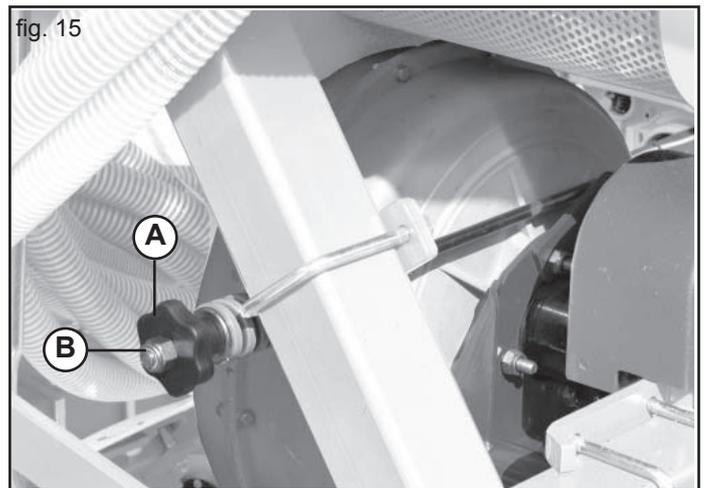
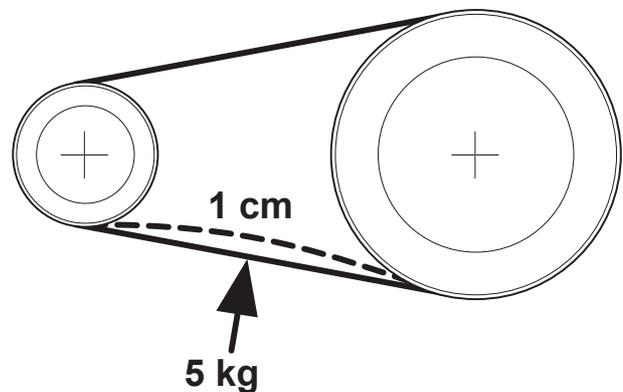

fig. 15
fig. 16
- 2) Riemen Spannung mit dem Handrad "A" (Fig. 15) einstellen. Im mittleren Abschnitt zwischen den beiden Riemenscheiben mit einer Kraft von 5 kg auf den Riemen drücken. Der einzelnen Riemen muß sich um 1 cm (max.) eindrücken lassen (Abb. 16).
Zum Riemenwechsel Riemen komplett durch Loosen von Handrad A (Fig. 15) entspannen.
Achtung: Nie die Stopmutter "B" (Fig. 15) entfernen!